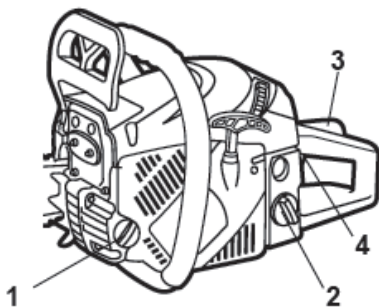

Рис. 6.1
1. Откройте крышку масляного бака(Рис. 6.1).
1. Откройте крышку топливного бака (Рис. 6.1, поз. 2).
10. Нажмите и удерживайте стопор рычага газа (Рис. 6.1).
11. Нажмите на рычаг газа (4) и начинайте пилить (Рис. 6.1).